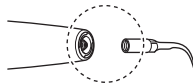

Figure 4
- 1) Assurez-vous qu'il n'y a pas de débris sur les filetages de la pièce à main et de l'insert. Si des débris sont présents, retirez-les en soufflant de l'air ou en utilisant un autre appareil. (Figure 4)